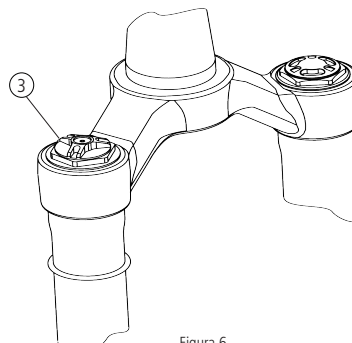
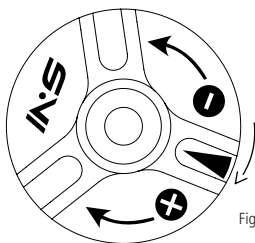

Figura 6
Figura 7
1. Gire lentamente el regulador SVI (3) (figura 6) en el sentido de las agujas del reloj (Figura 7) y comprima la suspensión (bombeada) para comprobar que el sistema se ha puesto rígido;